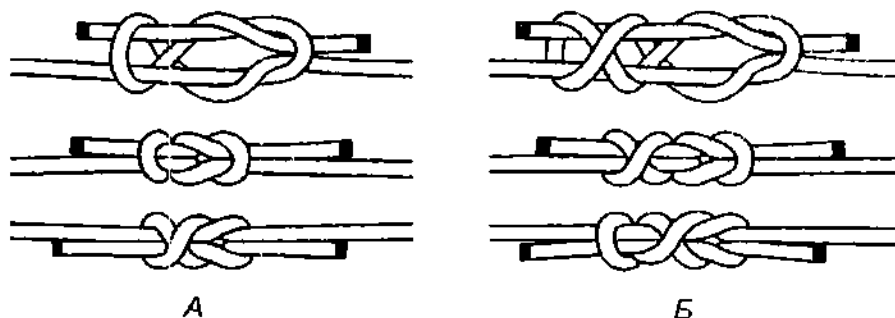

Рис. 812. А – академический узел; Б – академический узел со шлагом.
*Прямой узел* в альпинизме не используется, но со шлагом (он же *академический узел*) альпинисты вяжут довольно часто. Всего лишь один шлаг в корне меняет свойства *прямого узла*, узел преобразуется и становится очень крепким и надёжным узлом (рис. 812). Такой же шлаг, например, у *шкотового узла*, крепость увеличивает совсем не намного.